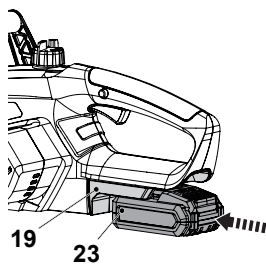

Fig. 13
1. Alinhar o pacote de baterias (23) com as ranhuras deslizantes da porta de ancoragem da bateria (19) e fazer deslizar o pacote de baterias (23) para o fixar. Certifique-se de que encaixa com um clique (Fig. 13).